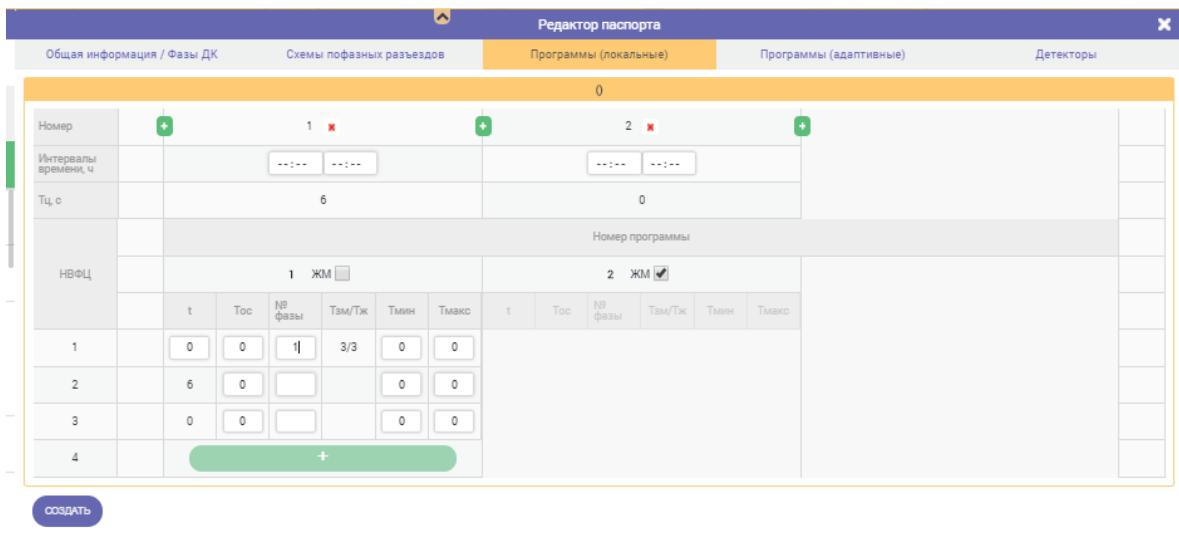

Рисунок 81. Паспорт СО. Добавление фаз в программе
- Тмакс – максимальное время длительности фазы программы, а также поле Тзм/Тж, которое заполняется в соответствии с указанной фазой ДК в поле «№ фазы» (Рисунок 81).